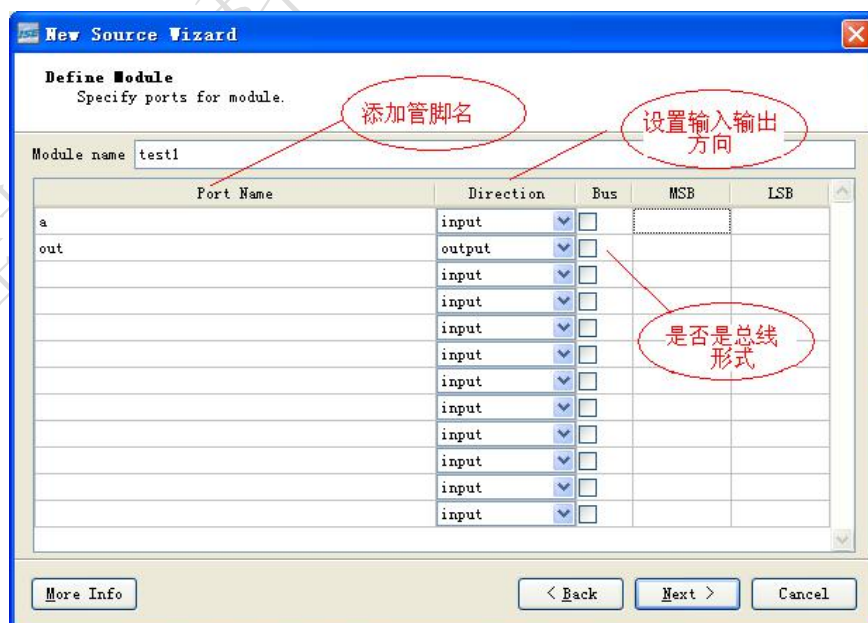

图 1-6
- 5、此步骤要求用户设置管脚的方向及总线宽度类型，如图 1-6 所示。当然也可不填而选择在输入代码时人为输入。